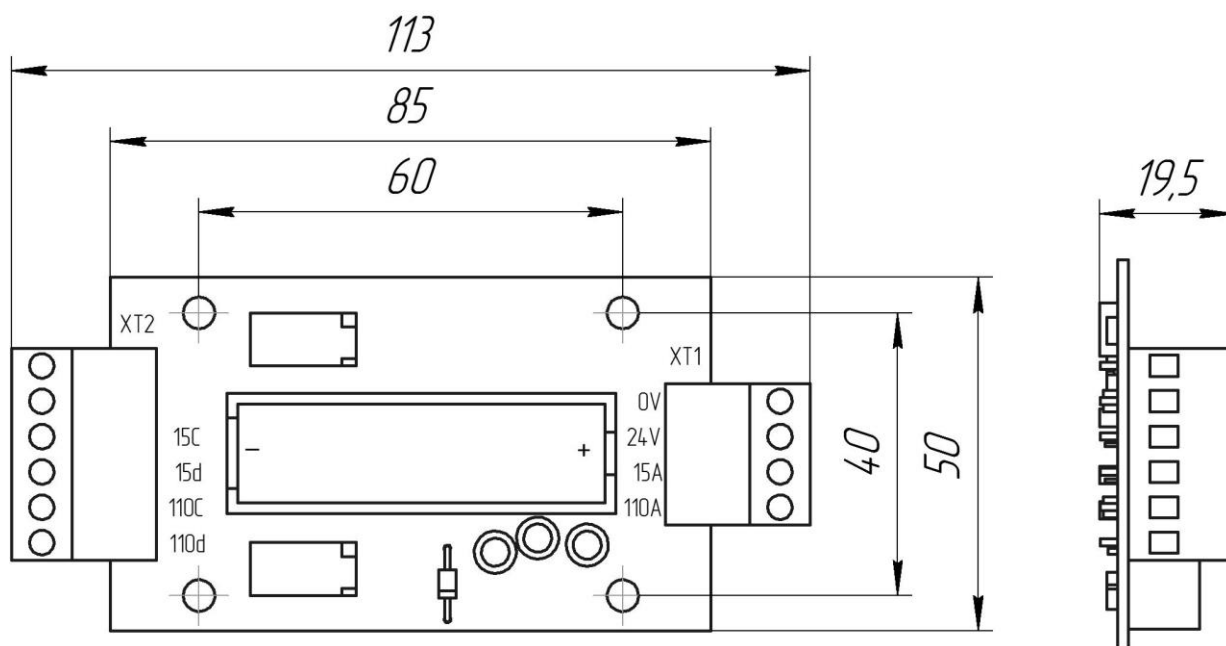

Рис.1. Габаритные и установочные размеры
4.1.1 Установочные размеры и назначение колодок показаны на рис.1.